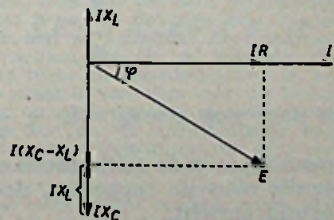

Fig. 10
b) $\omega L < \frac{1}{\omega C}$. In dit geval is tg φ negatief, de stroom ijlt dus een hoek φ voor op de spanning. De kring gedraagt zich capacatief (fig. 10).